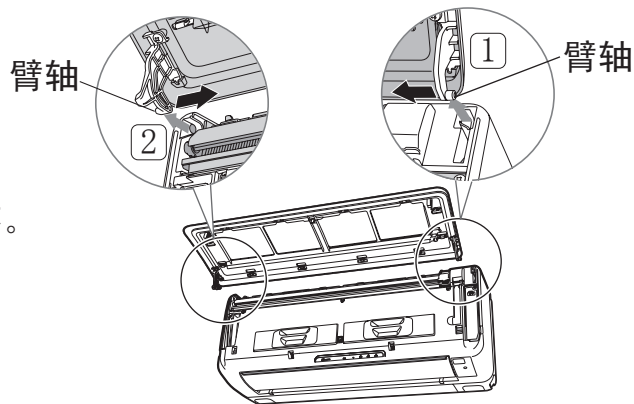

图8
2. 向内侧按压右侧的臂使轴脱离；（如图8【1】）
3. 将前面板右侧提起使左侧臂轴脱落。（如图8【2】）